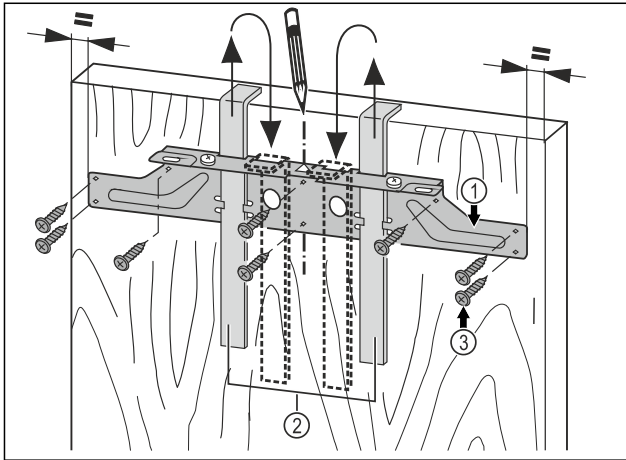

Fig. 43
- Befestigungstraverse Fig. 43 (1) mit den Montagehilfen Fig. 43 (2) auf die Innenseite der Möbeltür hängen.
- Befestigungstraverse Fig. 43 (1) mittig auf der Tür ausrichten.
- Die Befestigungstraverse Fig. 43 (1) mit mindestens 6 Schrauben Fig. 43 (3) festschrauben.
- Befestigungstraverse Fig. 43 (1) mit 4 Schrauben Fig. 43 (3) am Rand festschrauben.
- Montagehilfen Fig. 43 (2) nach oben herausziehen und in die danebenliegenden Aufnahmeöffnungen gedreht einschieben.